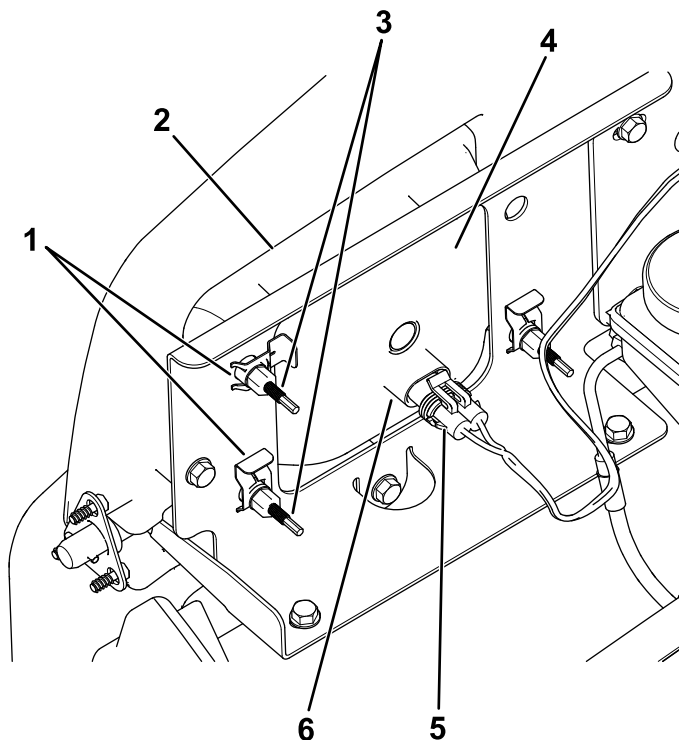

図 48
3. ランプアセンブリのコネクタから、ハーネス用のコネクタを外す 図 48。
4. ヘッドライトをヘッドライトブラケットに固定しているスピードクリップを外す 図 48。
5. ヘッドライトアセンブリ全体を前に押し出して、前バンパーから外す 図 48。
6. 取り付け穴に新しいヘッドライトを取り付ける 図 48。
8. ハーネス用のコネクタを、新しいランプアセンブリのコネクタに接続する 図 48。
5. ヘッドライトアセンブリの裏側部分にある調整ねじ **図 48**を回してヘッドライトアセンブリの角度を変えてビームの方向を調整する。